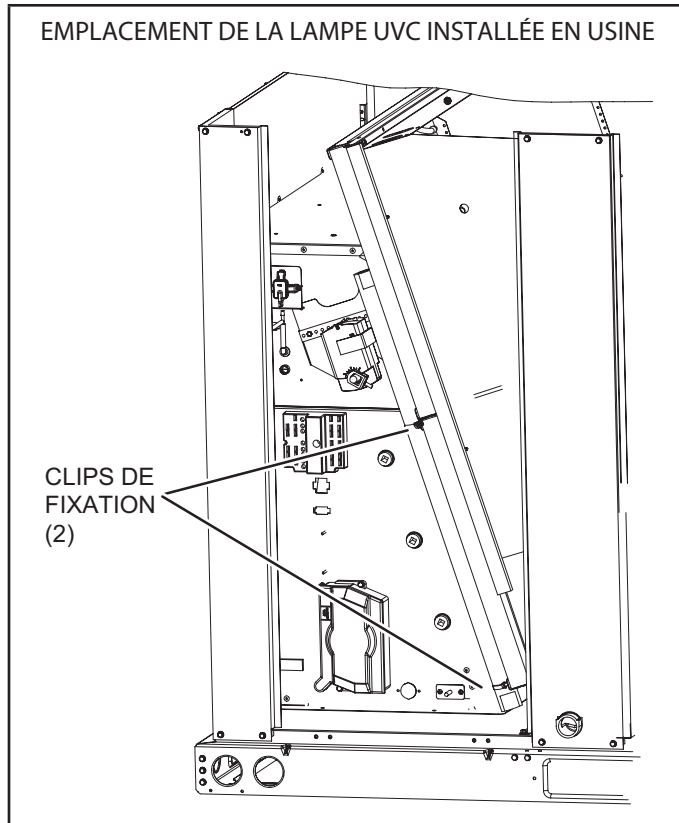

FIGURE 41
- 1 - Couper les serre-fils et retirer la lampe UVC attachée au porte-filtre. Voir FIGURE 41.